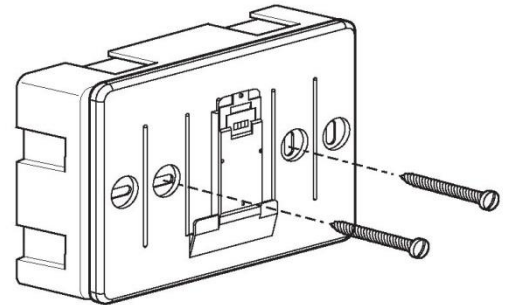

Рис. 2
- прикріпіть основу пристрою до коробки на стіні за допомогою гвинтів з комплекту поставки (рис. 2);